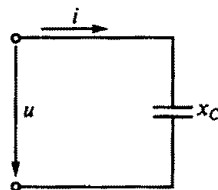

Рис. 67
3.4. Напряжение на зажимах цепи с емкостным сопротивлением x_C (рис. 67) изменяется по закону $u = 220 \sin(314t + \pi/4)$. Каков закон изменения тока в цепи, если $x_C = 50$ Ом?